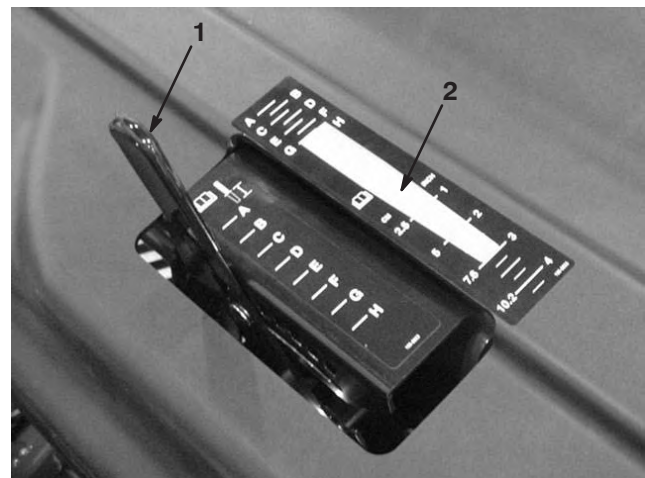

Bild 28
2. Legen Sie den Stachel auf das Stacheltiefschild (Bild 28). Richten Sie ein Ende mit der gewünschten Aerifiziertiefe aus (siehe das Stacheloverlay auf dem Schild).